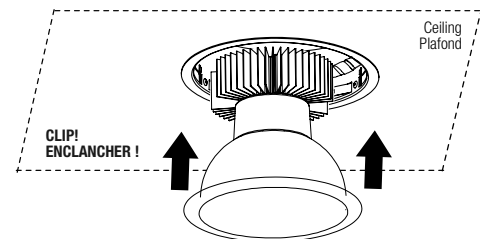

Figure 7
6. Clip the LED luminaire into the ceiling mounting frame by pressing it (Fig. 7).
6. Enclencher le luminaire DEL dans le cadre de montage du plafond en le pressant (Fig. 7).